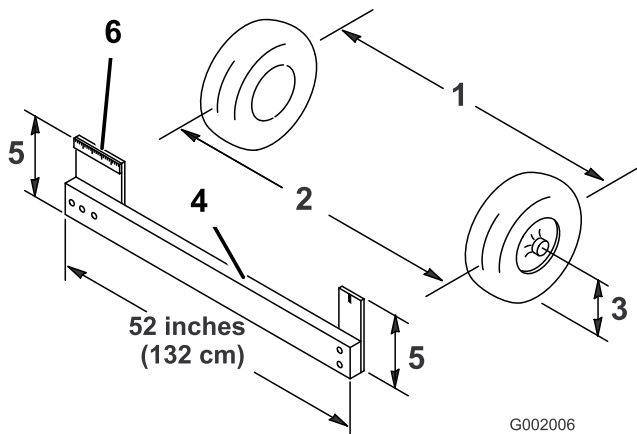

Figura 57
- Misurate la distanza tra i pneumatici anteriori all'altezza dell'assale, davanti e dietro le ruote anteriori (Figura 57). Per rilevare la misura posteriore dei pneumatici anteriori all'altezza dell'assale occorre un attrezzo o un calibro di allineamento; usate lo stesso attrezzo, o calibro di allineamento, per rilevare con precisione la misura anteriore dei pneumatici anteriori all'altezza dell'assale (Figura 57).